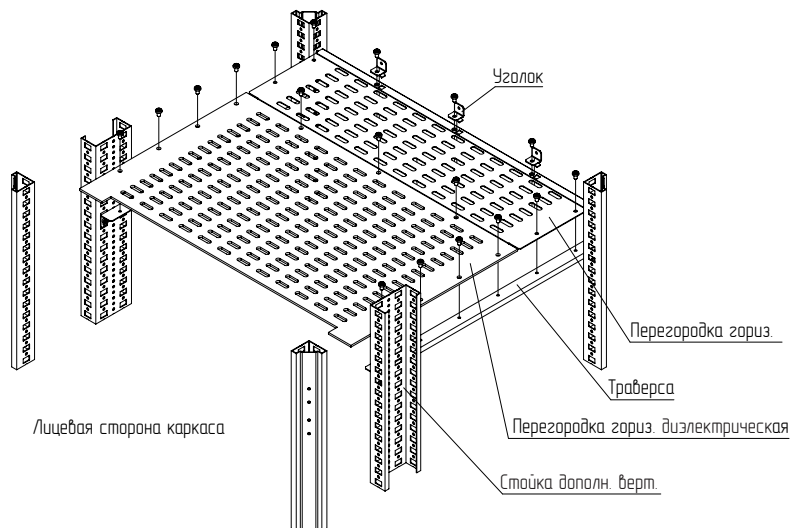

Рисунок 73
4.24.4 Смонтировать перегородку гориз. диэлектрическую, перегородку гориз. (при ее наличии) и закрепить винтами М6×10. Уголки (при их наличии) установить на перегородку гориз. и зафиксировать винтами М6×10 (рисунок 73). Момент затяжки – 7 Н·м.